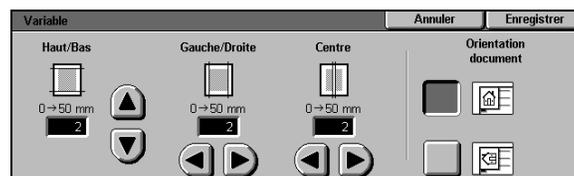

Figure 30 : Effacement variable
- 2 Sélectionnez **Variable** pour afficher l'écran de paramétrage illustré à la figure 30.